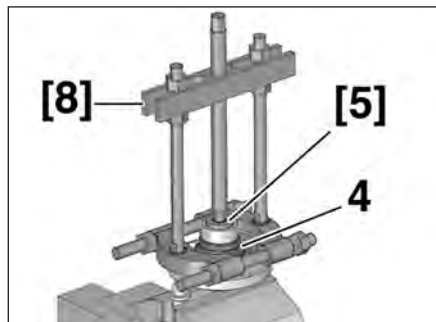

FIG.22
- Poser les outils [5] et [8] (Fig.22).
- Extraire la cage extérieure du roulement (4) à l'aide de l'outil [8].